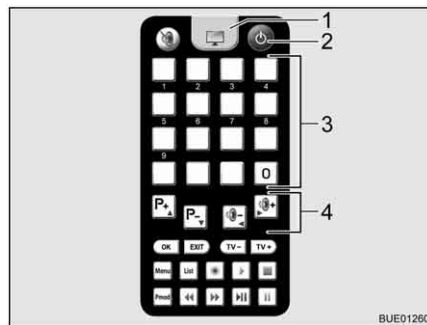

Bild 26 Fjärrstyrning
- Tryck på knappen "☉" (Bild 26,2) på fjärrstyrningen. Parabolantennen lämnar viloläget och växlar till sökläge. När systemet har hittat satelliten ljuder en akustisk signal.
- Ställ in den önskade sändaren via lagringsknapparna (Bild 26,3) eller funktionsknapparna (Bild 26,4).